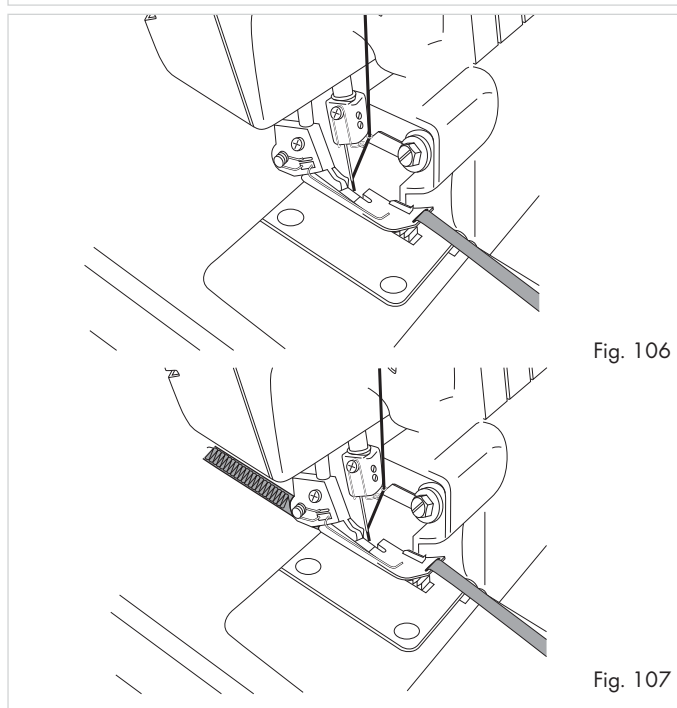

Fig. 106
1. Amenez la lame supérieure ❶ en position de repos.
3. Tirez la corde passepoil (fil ou ruban sergé) à travers la fente dans la zone avant du pied-de-biche ❷ (Fig. 106).